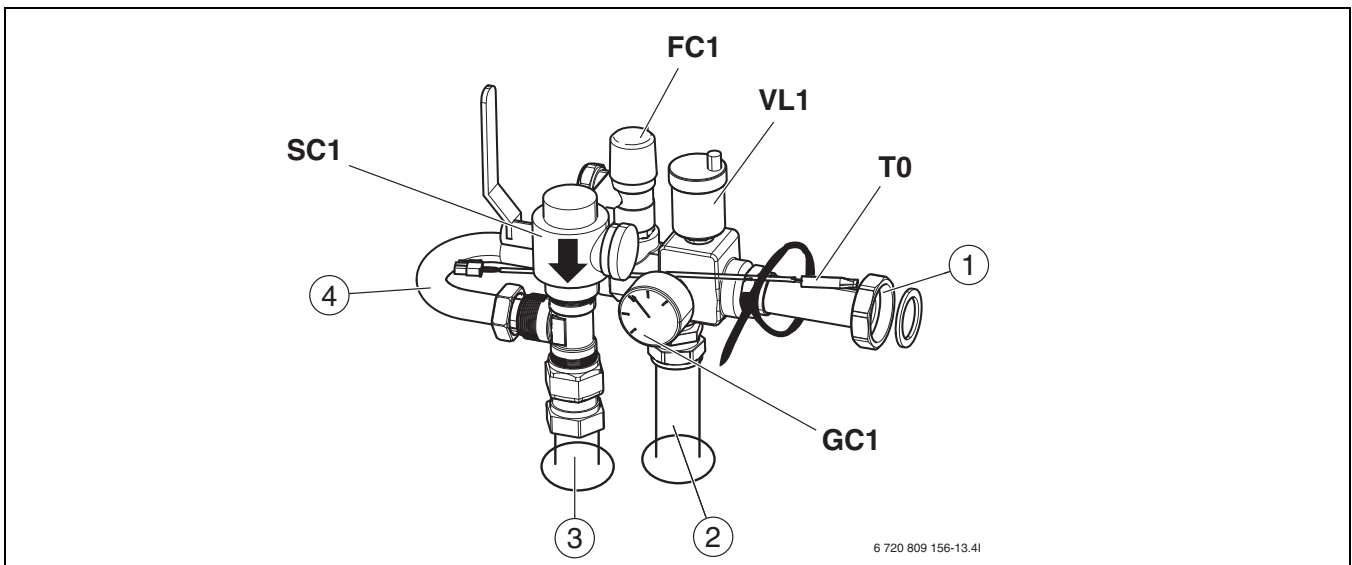

Fig. 10 Montert sikkerhetsgruppe
- ▶ Monter først partikkelfilter ([SC1], fig. 10) på T-stykke.
- ▶ Monter de øvrige komponentene, men ikke trekk skruforbindelsen på bypass helt fast ([4], fig. 10).
- ▶ Sett turtemperaturføleren inn i termometerlommen på røret ([T0], fig. 10) og fest den med kabelstrips.
- ▶ Trekk til skruforbindelsene på bypass ([4], fig. 10).